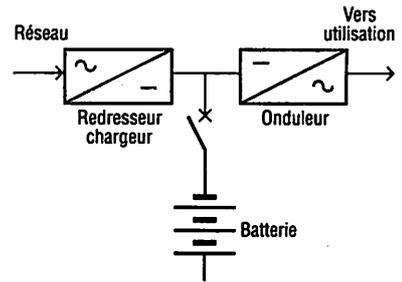

Fig. 17 : Schéma fonctionnel d'une ASI, montage en ligne « on-line ».
a) Alimentation sans coupure en série avec le réseau (fig. 17)